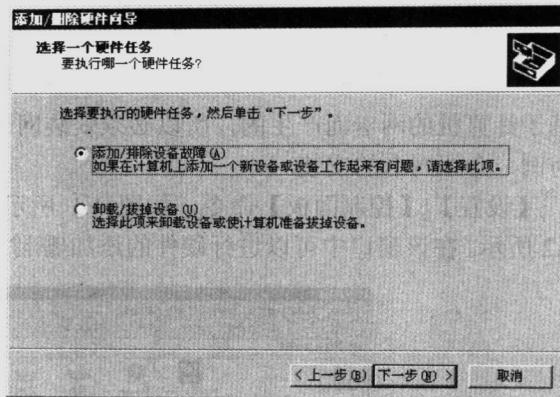
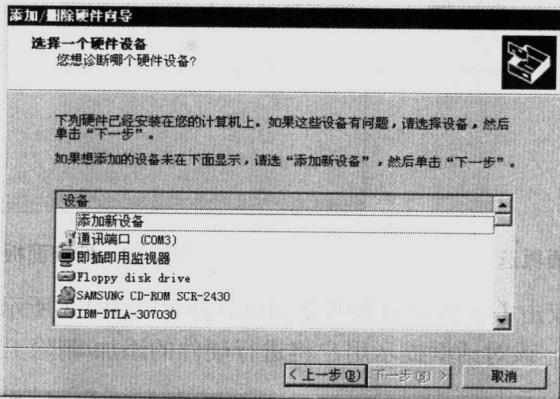

图 1.4 【添加/删除硬件向导】对话框 2
图 1.5 【添加/删除硬件向导】对话框 3
- (3) 单击【下一步】按钮，弹出如图 1.4 所示的对话框。选择第 1 项进行新硬件的添加，系统将进行新硬件的搜索。搜索完成后，弹出如图 1.5 所示的选择新硬件设备对话框。